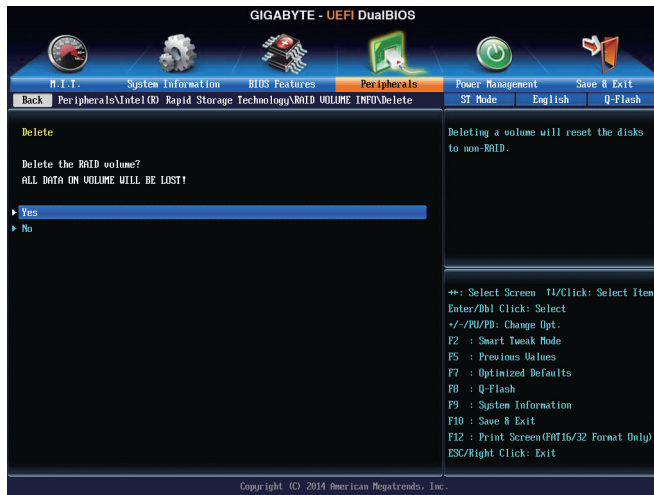

Figure 8
Pour supprimer une baie RAID, appuyez sur <Enter> sur le volume à supprimer sur l'écran **Intel(R) Rapid Storage Technology**. Après avoir accédé à l'écran, **RAID VOLUME INFO**, appuyez sur <Enter> sur **Delete** pour accéder à l'écran **Delete**. Appuyez sur <Enter> sur **Yes** (Figure 8).